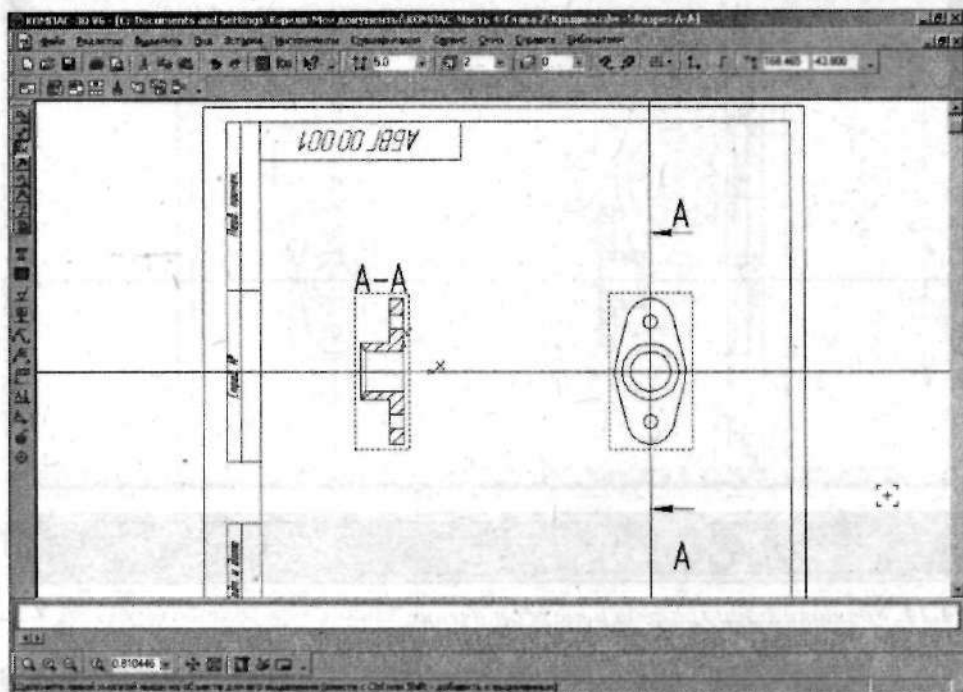

Рис. 4.12. Разрез создан
13. Разместите созданный вид. Обратите внимание, что вы можете перемещать вид только вдоль линии проекционной связи. Результат представлен на рис. 4.12.